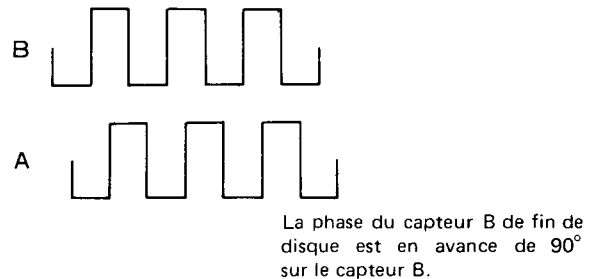

Fig. 14-4 Forme d'onde de sortie 2
7. Veiller à ce que la phase du capteur B de fin de disque soit en avance de 90° sur celle du capteur A (Fig. 14-4).